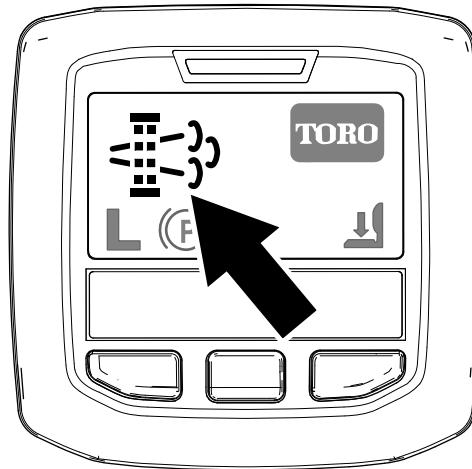

Figura 44
- Nell'InfoCenter viene visualizzata l'icona di richiesta rigenerazione parcheggiata (Figura 44).